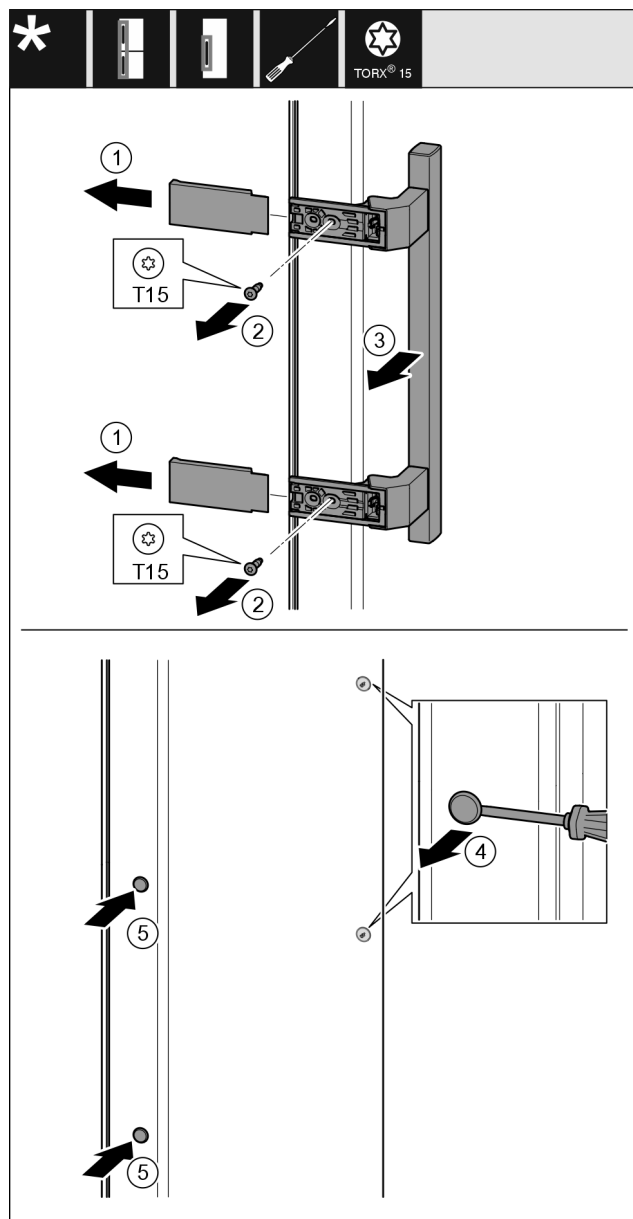

Fig. 42
- ▶ 拆下盖板 Fig. 42 (1)。
- ▶ 用螺丝刀将螺钉 Fig. 42 (2)旋开。
- ▶ 取下把手 Fig. 42 (3)。
- ▶ 用带槽螺丝刀小心地提起侧边的堵头 Fig. 42 (4)并将其拉出。
- ▶ 将堵头 Fig. 42 (5)重新放入另一个侧。